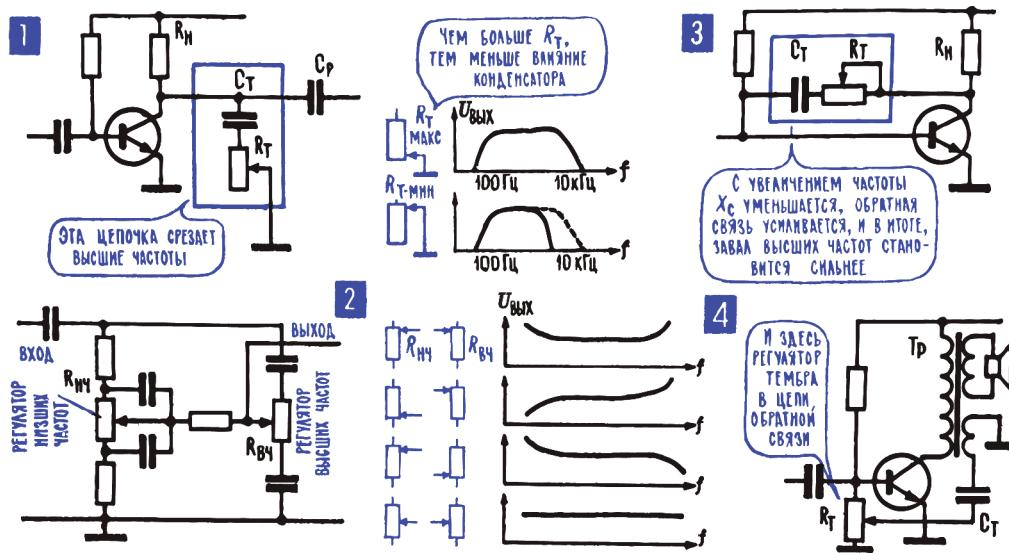

Рис. 12.12. Регуляторы тембра
**17. Регуляторы тембра меняют частотную характеристику усилителя.** Иногда полезно несколько ухудшить частотную характеристику усилителя, например поднять низшие частоты, которые слишком плохо воспроизводит громкоговоритель, или ослабить высшие частоты, частично подавить «шип» старой граммофонной пластинки. Для этого используются регуляторы тембра – электрические RC-цепочки, частотные свойства которых можно менять, изменяя, например, одно из сопротивлений. На рис. 12.12; 1 самый простой регулятор тембра – RC-цепочка с переменным резистором  $R_t$ . Цепочку чаще всего включают так, что она шунтирует участок усилительной схемы, старается замкнуть сигнал накоротко. Емкость  $C_t$  подобрана с таким расчетом, чтобы на низших частотах ее емкостное сопротивление было достаточно большим, чтобы этот конденсатор, если он будет в схеме один (движок  $R_t$ , в крайнем верхнем положении), ослаблял бы лишь высшие частоты, заваливал частотную характеристику в области высших частот. Но если переменный резистор  $R_t$  введен полностью, то конденсатор  $C_t$  вообще ни на что не влияет, общее сопротивление цепи очень велико, и в нее почти не ответвляются ни высшие частоты, ни низшие.
На том же принципе действует распространенный регулятор тембра (рис. 12.12; 2) с раздельной регулировкой высших и низших частот. Его элементы рассчитаны таким образом, что одна ветвь регулятора в зависимости от положения движка  $R_{вч}$  заваливает или поднимает частотную характеристику в области высших частот, а вторая ветвь в зависимости от положения движка резистора  $R_{нч}$  меняет характеристику в области низших частот.
Элементы, корректирующие частотную характеристику, в том числе и регуляторы тембра, можно в принципе включить и в цепь отрицательной обратной связи (рис. 12.12; 3, 4). Причем здесь они все делают наоборот: те